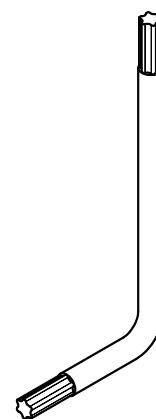
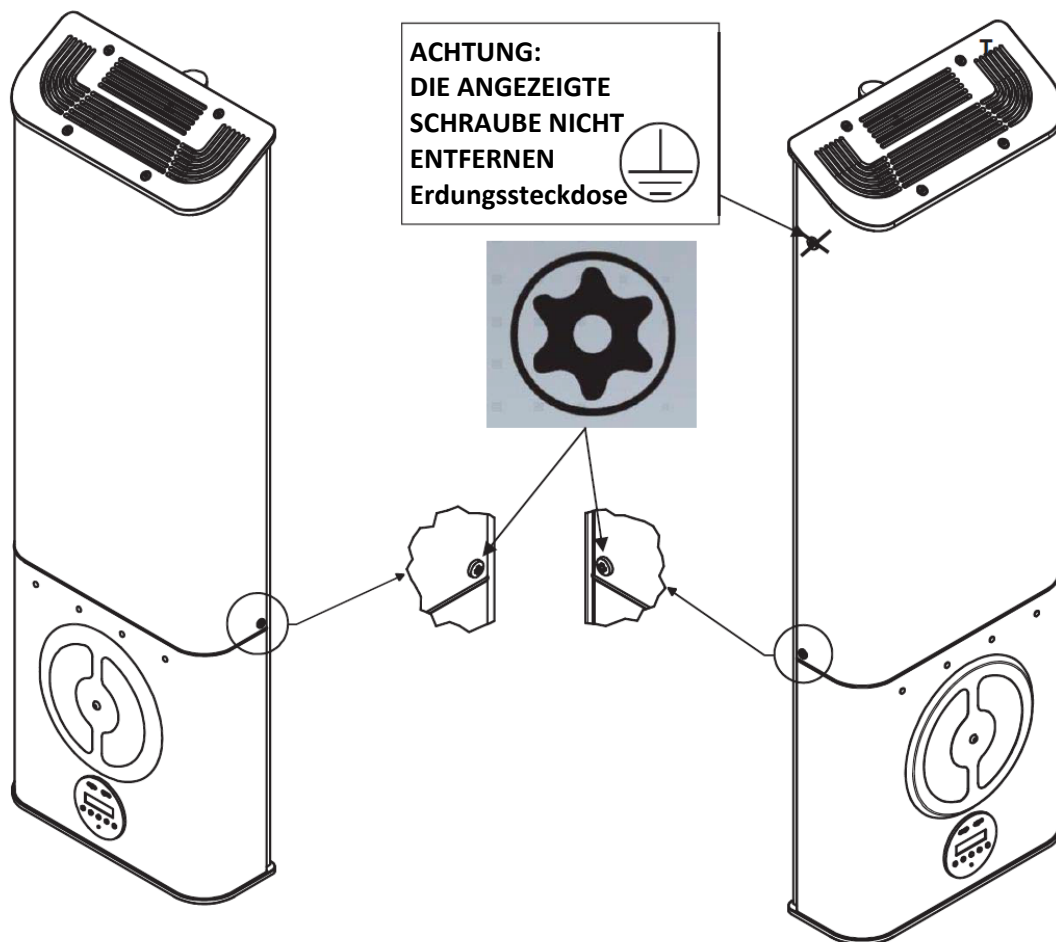

Abb.6
Abb.8
1. Mit Hilfe des mitgelieferten L-Schraubenschlüssels ( 3MECL0001) für die entsprechenden Sicherheits- TORX Schrauben (Abb.6) die Schraube im vorderen Bereich losschrauben;
1. Mit Hilfe des mitgelieferten L-Schraubenschlüssels ( 3MECL0001) für die entsprechenden Sicherheits- TORX Schrauben (Abb.6) die schrauben auf den Gehäuseseitenteilen entfernen (Abb.8).